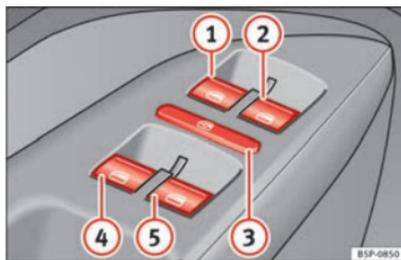

Fig. 65 Détail de la porte du conducteur : commandes pour les glaces avant et arrière.
Les boutons ⇒ fig. 65 ① et ② disposent de deux positions pour l'ouverture des glaces et de deux autres pour leur fermeture. Il est ainsi plus simple de contrôler les processus d'ouverture et de fermeture.